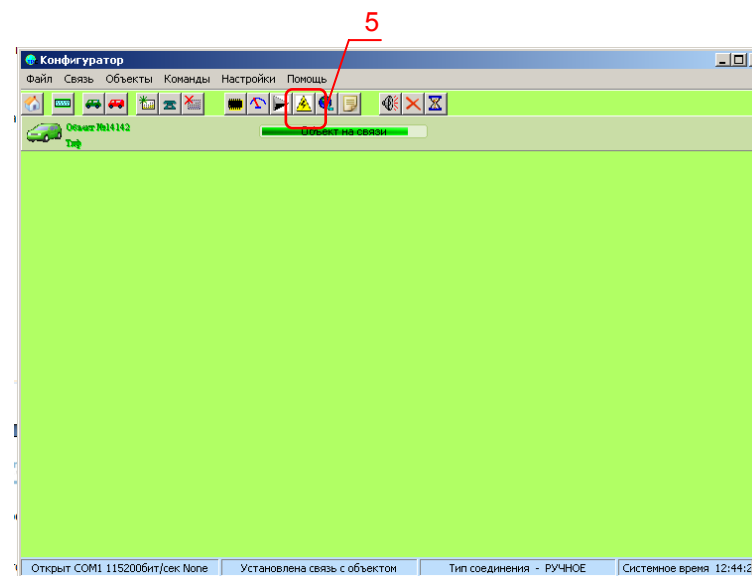

Рисунок 13 – Главное окно после успешного соединения
5. Нажать кнопку **Набрать номер**. После набора номера и установления соединения, фон главного окна программы будет иметь зеленый фон, см. рисунок 13.
6. Нажать кнопку **5** (см. рисунок 13). Откроется окно «Обзор состояния управляющих регистров» (см. рисунок 14).